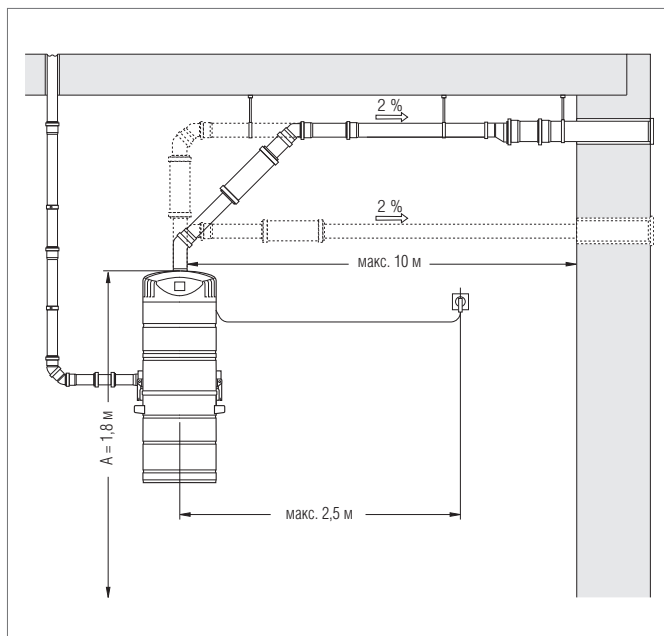

Рис. 5-26 Пример монтажа центрального пылесоса типов 2000 и 3000
- Для типов 2000 и 3000 следует подвести выхлопной трубопровод (RAUPIANO PLUS Dy 75) к выходному патрубку центрального пылесоса (см. рис. 5-26).
- В каждый выхлопной трубопровод следует вмонтировать шумоглушитель между центральным пылесосом и проемом в стене (см. рис. 5-26 и 5-27).